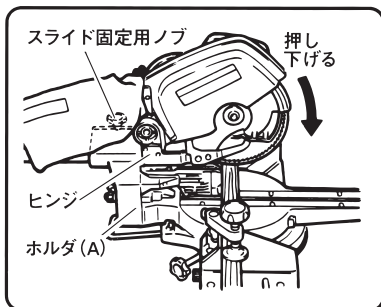

図 25
- 図25に示すように、ホルダ(A)にヒンジを突き当て、スライド固定ノブを締めます。
スライド固定ノブ（図25参照）をゆるめ，①ハンドルを持ち手前にヘッド部（図1参照）をスライドさせます。